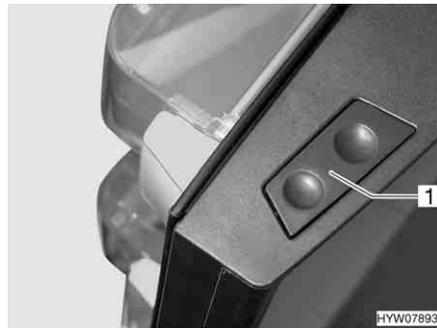

Fig. 193 Tasto di sblocco della porta del frigorifero (serie Dometic 8)
- Premere il tasto di sblocco (Fig. 193,1) e aprire la porta del frigorifero.